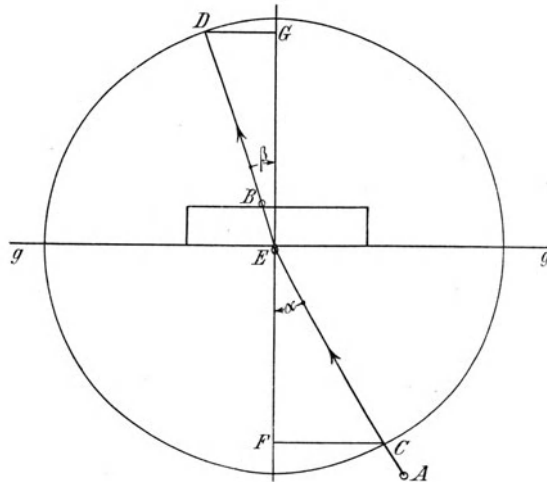

Fig. 118.
**Anleitung.** a) Hefte den Bogen auf das Reißbrett, zeichne auf dem Papier die Gerade  $g$  und setze die Glasplatte so auf, daß die untere Kante der dem Auge zugewandten polierten Fläche genau mit  $g$  zusammenfällt (Fig. 118). Diese Seite ist die brechende Ebene. Stecke eine dünne Insektennadel  $B$  lotrecht so in das Papier, daß sie die Hinterseite des Glases berührt, und eine andere dünne Insektennadel  $E$  so, daß sie die brechende Ebene berührt, und die Strecke  $BE$  schief zu  $g$  steht. Sieh aus  $\sim 30$  cm Entfernung mit einem Auge